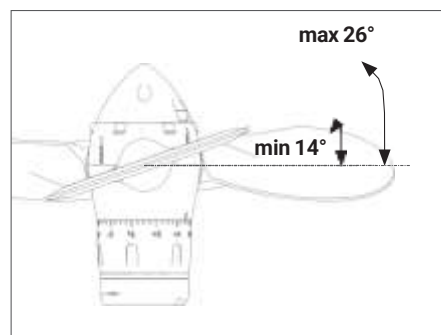

FIG. 26 Campo di regolazione standard
- d) Ogni tacca di regolazione corrisponde alla variazione dell'angolo delle pale di  $0,25^\circ$  e causa un incremento o decremento di circa 40-50 giri/min del motore a parità di velocità dell'imbarcazione (questo valore è puramente indicativo e dipende dalle specifiche del motore installato). Il campo di regolazione standard va da minimo  $14^\circ$  a massimo  $26^\circ$  (Fig. 26). Sono disponibili per applicazioni particolari anche regolazioni del passo con campo da minimo  $20^\circ$  a massimo  $32^\circ$ .